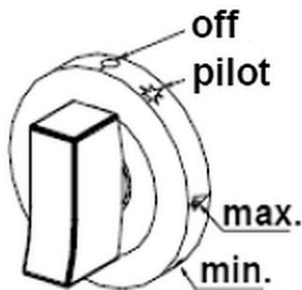

Fig. 8
2. Ajuste o regulador de gás (7, fig. 1) na marca DESL. ○ ("off", fig. 8).
3. Pressione o regulador de gás (7).
4. Mantenha o regulador de gás pressionado (7) e rode-lo no sentido contrário aos ponteiros do relógio para a regulação da chama de controlo ★ ("Pilot").